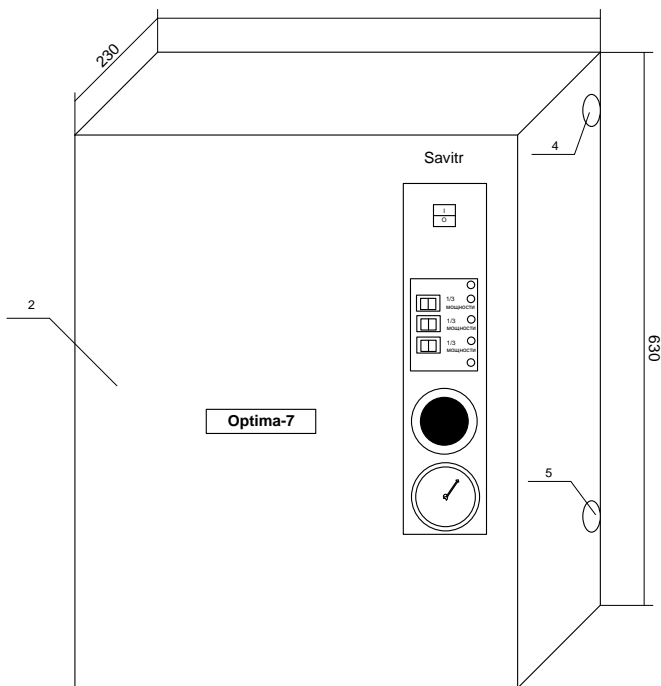

Рисунок 2. Общий вид водонагревателя «Optima Plus»
6.1. Для подготовки водонагревателя электрического серии «Optima Plus»/«Standart Plus» к работе, необходимо подсоединить его к отопительной системе, закрепив его на стене таким образом, чтобы в случае срабатывания клапана безопасности (поз.17 рис.2) теплоноситель мог свободно стекать вниз.
Для электрического питания котла необходимо подключить три фазы к контактам пускателя (поз.10 рис.2), соответственно к клеммам А, В, С и нейтраль к клемме N.
Рекомендуется силовые кабели и кабели управления прокладывать отдельно, для этого в корпусе предусмотрены отдельные кабельные вводы (поз 4 и 5 рис. 2).
6.9. Заземлите водонагреватель. Контакт заземления (поз.11 рис.2), соедините медным гибким проводом, сечением не менее 2,5 мм² с заземляющей магистралью. Последовательное включение в заземляющую магистраль запрещается!